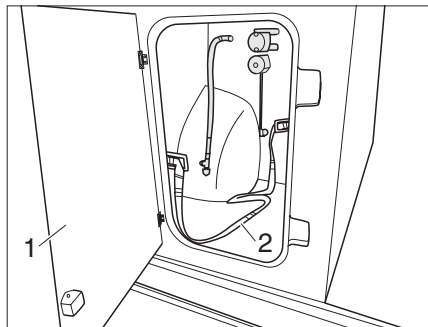

Bild 59 Zugangsklappe zur Gasflasche
- ▶ Zugangsklappe (Bild 59,1) zum Gaskasten öffnen.
- ▶ Gasflasche mit den Befestigungsgurten (Bild 59,2) befestigen.
- ▶ Zugangsklappe (Bild 59,1) schließen.